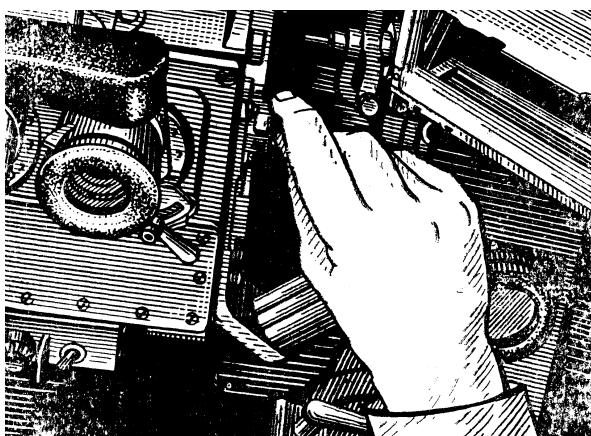

Рис. 49. Установка механізму переключення дзеркал приладу ТKN-3Б у положення «Д» або «Н»
- встановити рукоятку механізму управління дзеркалом у положення «Д» (день), якщо вона знаходилася в положенні «Н», для чого правою рукою повернути рукоятку від себе нагору до упору (рис. 49);
- встановити рукоятку механізму управління дзеркалом у положення «Н» (ніч), для чого правою рукою перевести її в нижнє положення (рис. 49);